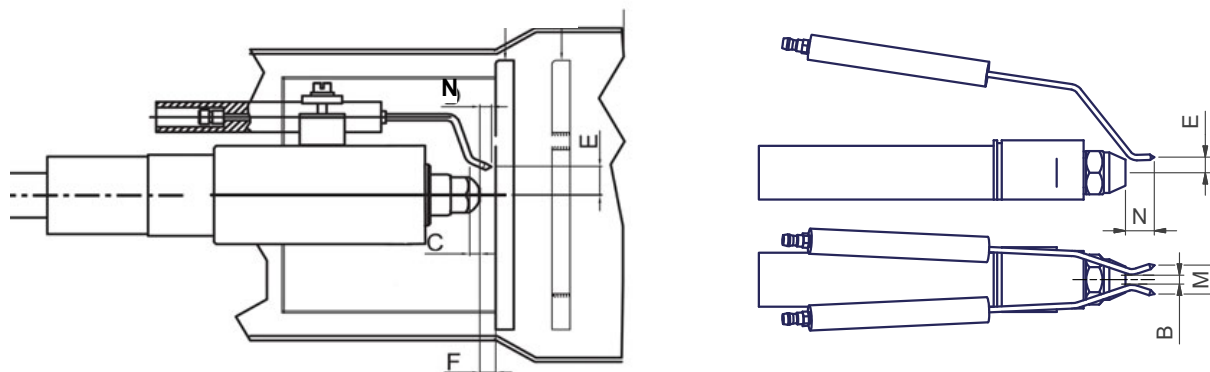

Fig. 26
- Svitare i connettori nafta E (Fig. 26) che fissano i flessibili nafta alla lancia L e rimuovere il gruppo completo come mostrato in figura.
- 4 per sostituire gli elettrodi, svitare le viti di fissaggio **VE** dei due elettrodi e sfilarli: inserire i nuovi elettrodi e prestare attenzione alle quote indicate in mm a Fig. 26; procedere al rimontaggio seguendo la procedura inversa.